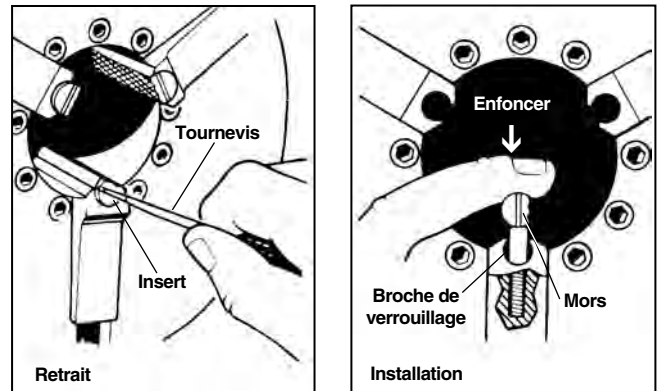

Figure 30 – Remplacement des inserts de mâchoire
1. Engagez un tournevis dans la fente de l'insert et tournez-le d'un quart de tour à droite ou à gauche pour le déverrouiller et le retirer (*Figure 30*).
2. Présentez le l'insert latéralement contre la broche de verrouillage et enfoncez-le à fond (*Figure 30*).